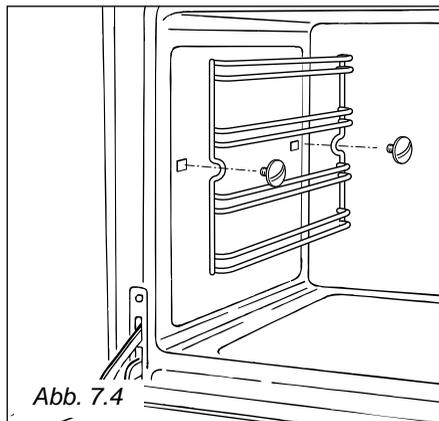

Abb. 7.4
- Hängen Sie die Seitenhalterungen in die Löcher der seitlichen Innenwände des Backofens ein (Abb. 7.4).